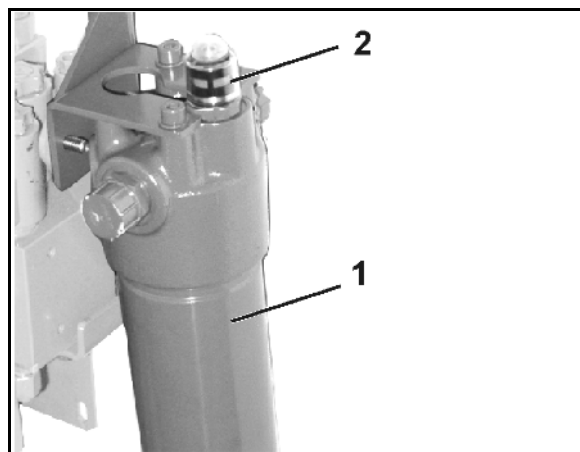

Fig. 81
2. Skru av magnetkappen (Fig. 81/1)
3. Fjern magnetspolen (Fig. 81/2)
4. Skru ut ventilstangen (Fig. 81/3) med ventiletene og rengjør med trykkluft eller hydraulikkolje.